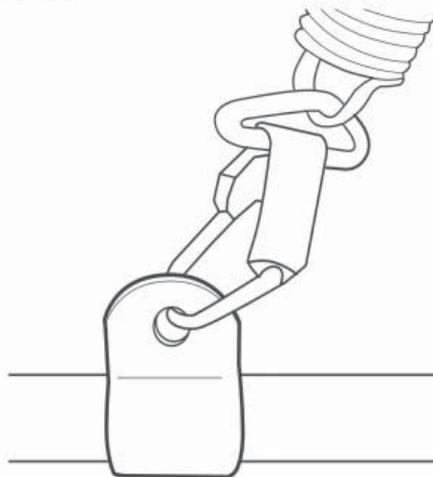

Fig. 32
2. Verrouiller le harnais sur le manchon (Fig. 32).